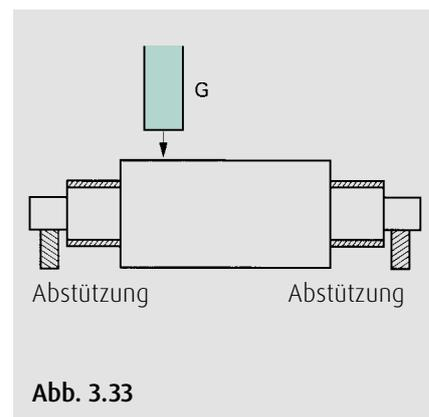

Abb. 3.33
- Nach dem Schleifen der Innenringlaufbahn ist der Walzenballen zu schleifen (Abb. 3.33).
4. Den Außenring mit Hebezeug und Montagevorrichtung anheben und vorsichtig in das Axiallagereinbaustück einsetzen (Abb. 3.33).